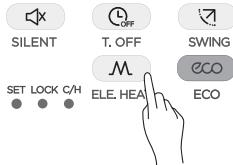

Рисунок 25
1) Коли пристрій працює у режимі на обігрів натисніть кнопку (див. Рис. 25), включиться допоміжний нагрівач, на дисплеї ПДК з'явиться піктограма .